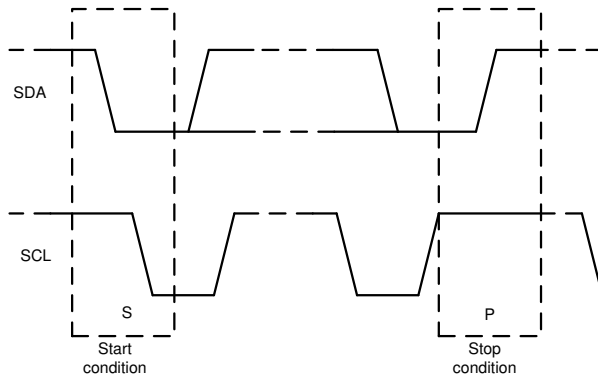

图 6-20. 启动和停止条件
1. 控制器通过产生启动条件来启动数据传输。图 6-20 显示，启动条件是当 SCL 为高电平时在 SDA 线上发生从高到低的转换。所有与 I²C 兼容的器件都会识别启动条件。
4. 图 6-20 显示，为指示数据传输结束，控制器通过在 SCL 线处于高电平期间将 SDA 线从低电平拉至高电平来产生停止条件。此操作将释放总线并停止与寻址的目标器件之间的通信链路。所有与 I²C 兼容的器件都会识别停止条件。在收到停止条件后，将释放总线，然后所有目标器件等待启动条件，接着是匹配的地址。